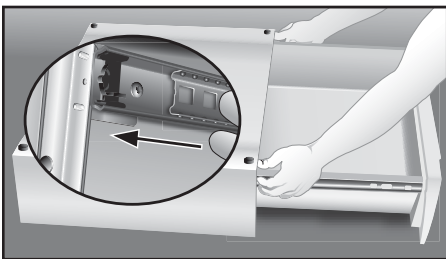

Figura 10
12. **DESLICE LOS RIELES DE RODAMIENTOS DE BOLAS HACIA ADELANTE** (ver **Figura 10**).